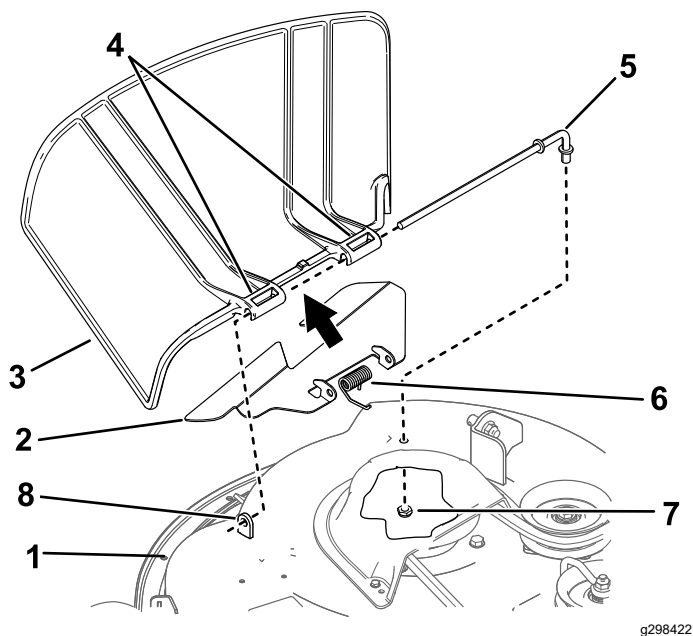

Figura 74
- Togliete il dado ( $\frac{3}{8}$ " ) dall'asta sottostante il tosaerba (Figura 74).
2. Estraete l'asta dal distanziatore corto, dalla molla e dal deflettore dell'erba (Figura 74).
4. Montate il deflettore dell'erba tagliata nuovo (Figura 74).
7. Fate scorrere l'asta attraverso il secondo perno del deflettore dell'erba (Figura 74).
9. Fissate l'estremità posteriore dell'asta nel tosaerba con un dado (3/8"), come mostrato in Figura 74.